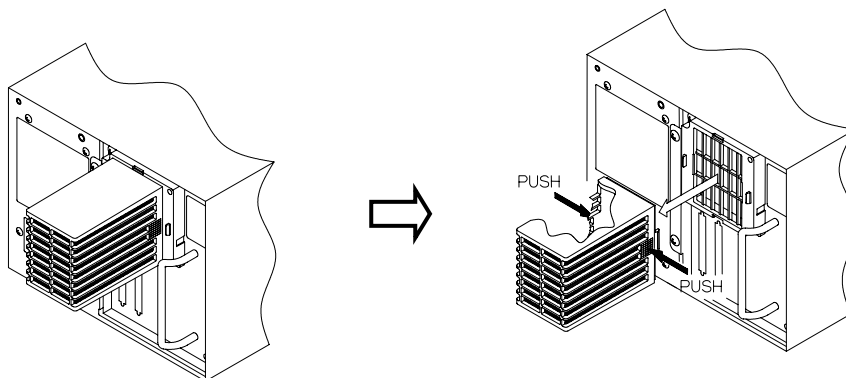

図 5-20 フィルターエレメントの取り外し方
2. 取り外しは、図 5-20 に示すように PUSH 矢印のところを押しながら引き抜いてください。